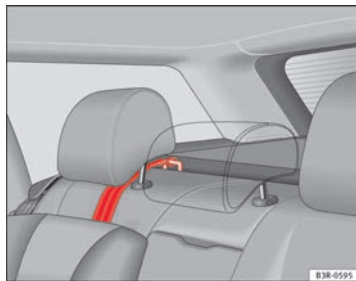

Abb. 35 Befestigungsgurt: korrekte Einstellung und korrekter Einbau
- Den Befestigungsgurt des Top Tether unter der Rücksitzkopfstütze durchführen ⇒ Abb. 35 (dazu ggf. die Kopfstütze nach oben verstellen).